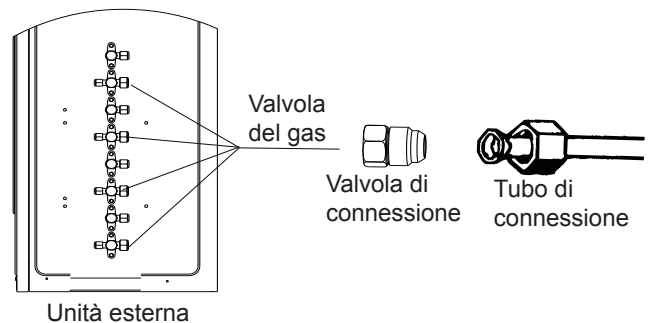

Fig. 12
4) Fare riferimento alla Fig.12 per collegare la tubatura.